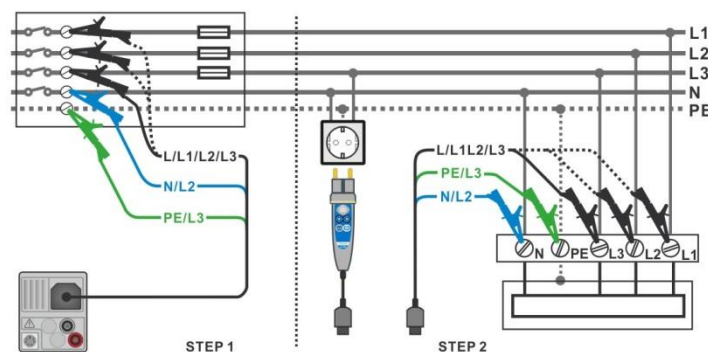

Abbildung 7.45: Spannungsabfallmessung – Anschluss des Commander-Prüfstecker und der Dreileiter-Prüfleitung
- Schließen Sie die Prüfleitungen am Ausgangspunkt der elektrischen Anlage an, siehe **Abbildung 7.45**.
- › Schließen Sie die Prüflleitungen oder den Commander Prüfstecker an den Prüfpunkten an, siehe **Abbildung 7.45**.